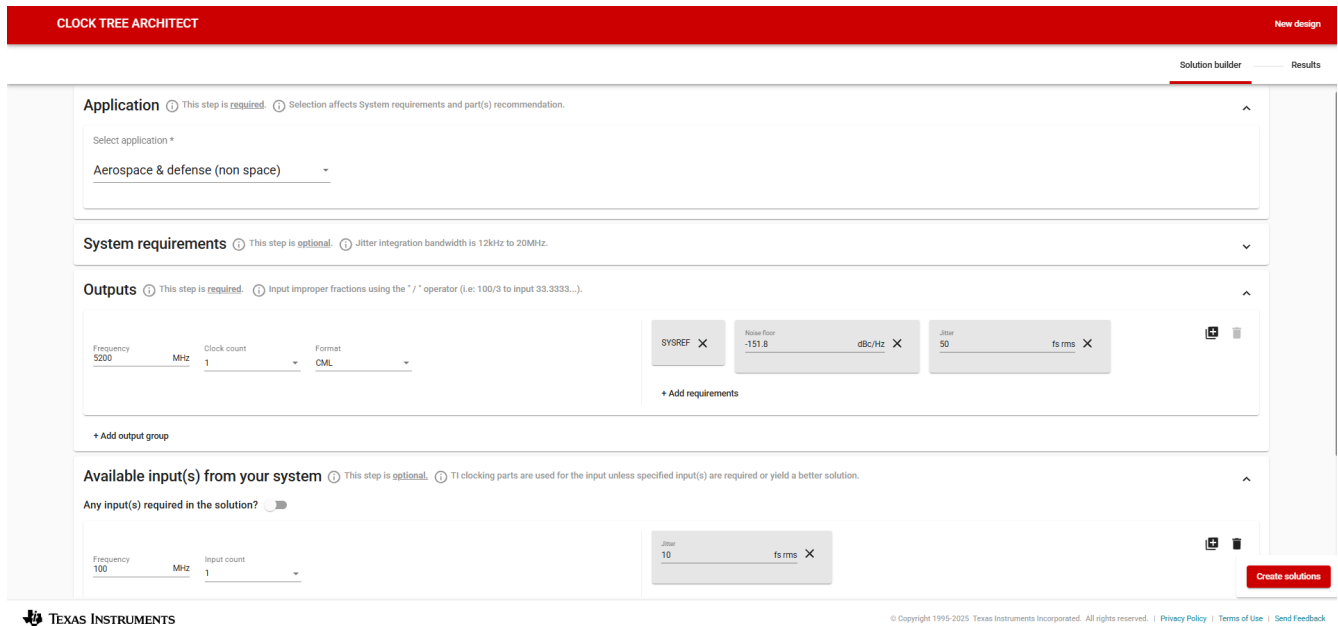

図 9-7. CTA のセットアップ完了
5. アプリケーションに関連するすべてのセクションを入力したら、右下の「Create designs」(設計を作成) ボタンをクリックします。図 9-7 は、CTA が実行可能なクロックの提案を行うための最終的なシステム設定を示しています。